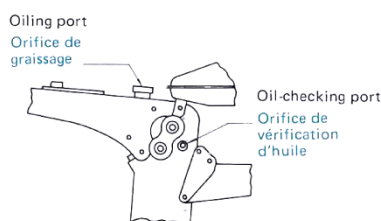

Fig. 3
- While setting up the stand, replenish the ISEKI Hypoid Gear Oil #90 through the oiling port at the bottom of the steering handle until the oil comes to overflow from the oil-checking port on the side. (Approx. 1.8 ℓ for tilling the gearcase) (Fig. 3) Securely tighten the oil-checking port after oiling.
- Placer la machine sur sa béquille et faire l'appoint d'huile pour engrenage hypoïde ISEKI #90 par l'orifice de graissage situé à la base du guidon jusqu'à débordement à l'orifice de vérification d'huile, prévu sur le côté. (Le carter peut contenir environ 1,8 litre.) (Fig. 3) Après remplissage, serrer à fond l'orifice de vérification.